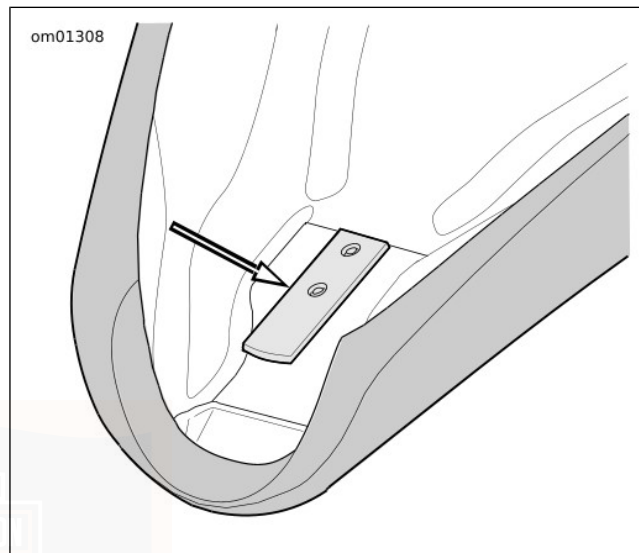
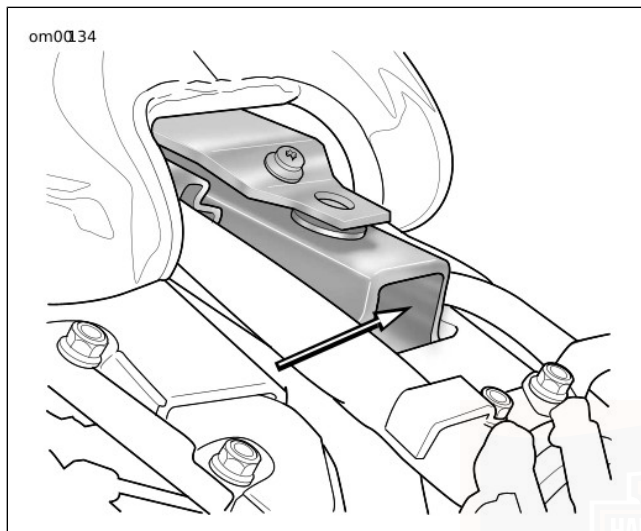

Figure 55. Languette de selle (typique)
Figure 56. Cadre arrière
Voir Figure 55 et Figure 56. La selle dispose d'une languette ce qui engage une fente dans la partie arrière du cadre. Suivre la procédure appropriée selon votre modèle de motocyclette pour retirer ou installer la selle.
2. Voir Figure 55. Pousser la selle vers l'arrière pour libérer la languette à l'avant de la selle de la fente ou du support dans le cadre arrière.